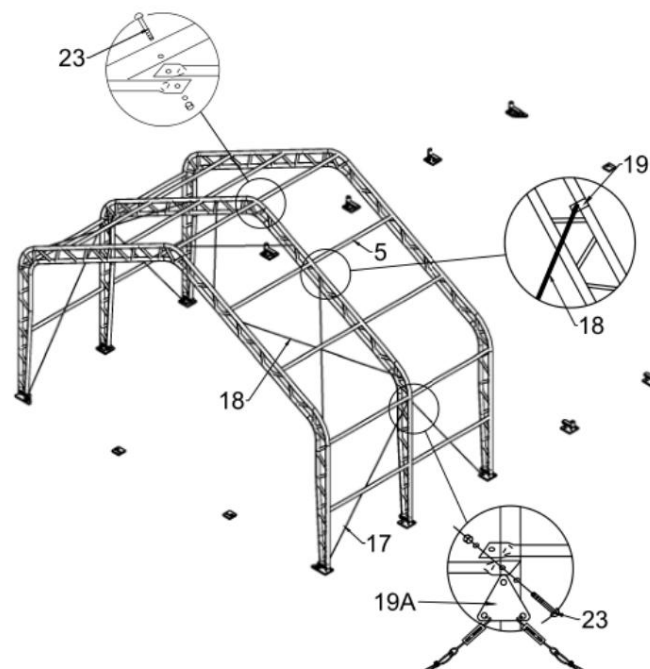

Figure 5
assembler chaque groupe d'arches à tour de rôle (voir figure 5)
3. Connectez la poutre (n° 5) à l'arche en utilisant un boulon de carrosserie 10x80 mm (n° 23) tour à tour (voir figure 5), puis connectez le fil d'acier (n° 17 et n° 18) sur le côté et le dessus en utilisant le clip (n° 19) et le fer d'angle (n° 19A) à l'arche. (voir figure 5)